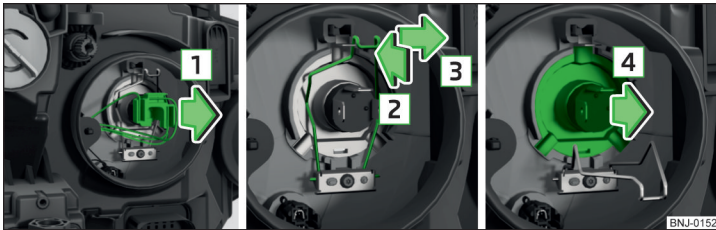

Abb. 197 Glühlampe für Abblendlicht und Fernlicht wechseln
- Die Steckerverrastung drücken und den Stecker mit Wackelbewegungen in Pfeilrichtung **1** » Abb. 197 herausnehmen.